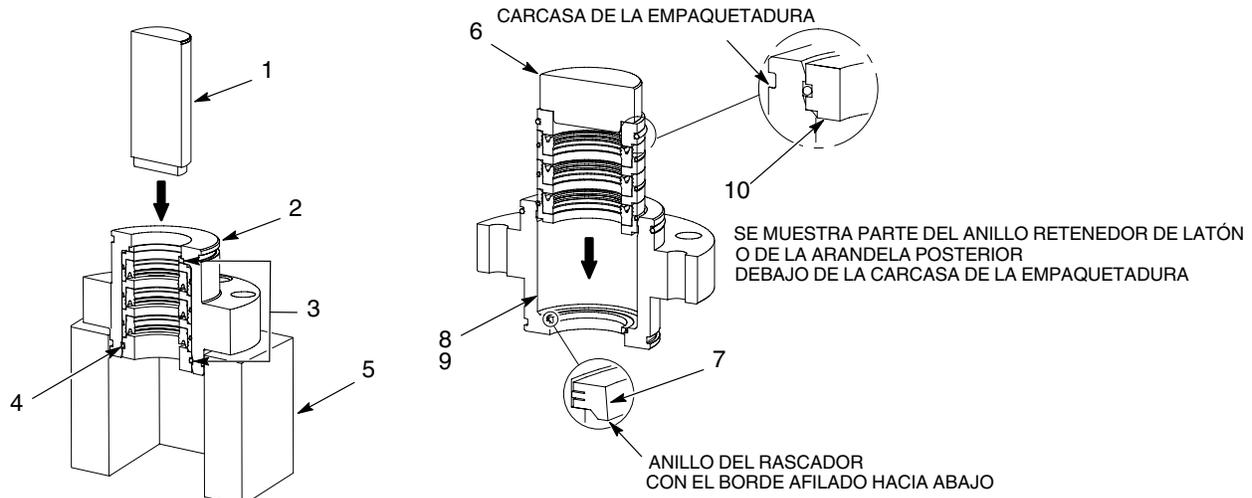

Figura 2 Reconstrucción de la empaquetadura
Ver la figura 2.
- Insertar el husillo de extracción (1) en la carcasa de la empaquetadura (2). Empleando la presión, extraer las piezas internas (3).
- Limpiar completamente la carcasa de la empaquetadura (2) con un disolvente compatible para extraer el material de sellado y los residuos de la junta tórica.
- Cubrir el núcleo (8) de la carcasa de empaquetadura (2) con Mobil SHC 634 (9).
- Insertar el rascador o el anillo de retención (7), con el borde afilado abajo, en el alojamiento de la empaquetadura (2).
- Empleando la herramienta de inserción (6) y de presión, insertar las nuevas piezas internas en la carcasa de la empaquetadura (2). Asegurarse de que el retenedor obturador o la arandela posterior (10) esté alineado con la empaquetadura o justo debajo de esta, tal y como se muestra en la figura 2.